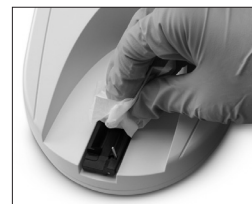

图 10
- 取出并处置试纸条。用无绒布将检测架上的尿液残留擦干（图 10）。如需有关清洁检测架的更多信息，请参见第 25 页的“清洁试纸检测架”。